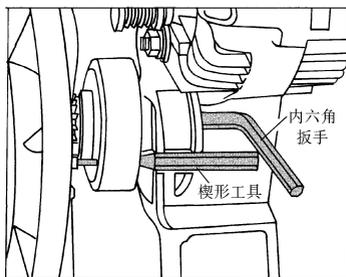

图 2-23 用内六角扳手拧下螺栓
57) 如图 2-23 所示，用楔形工具固定风扇带轮，用内六角扳手拧下螺栓。